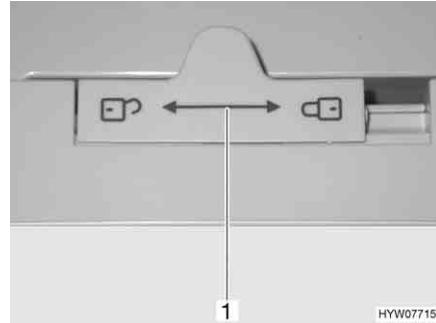

Fig. 119 Bloccaggio della porta del frigorifero (serie Dometic 7)
- Spostare il dispositivo di bloccaggio (Fig. 119,1) verso sinistra "OPEN".
- Spostare il dispositivo di bloccaggio (Fig. 119,1) completamente verso destra "CLOSE".